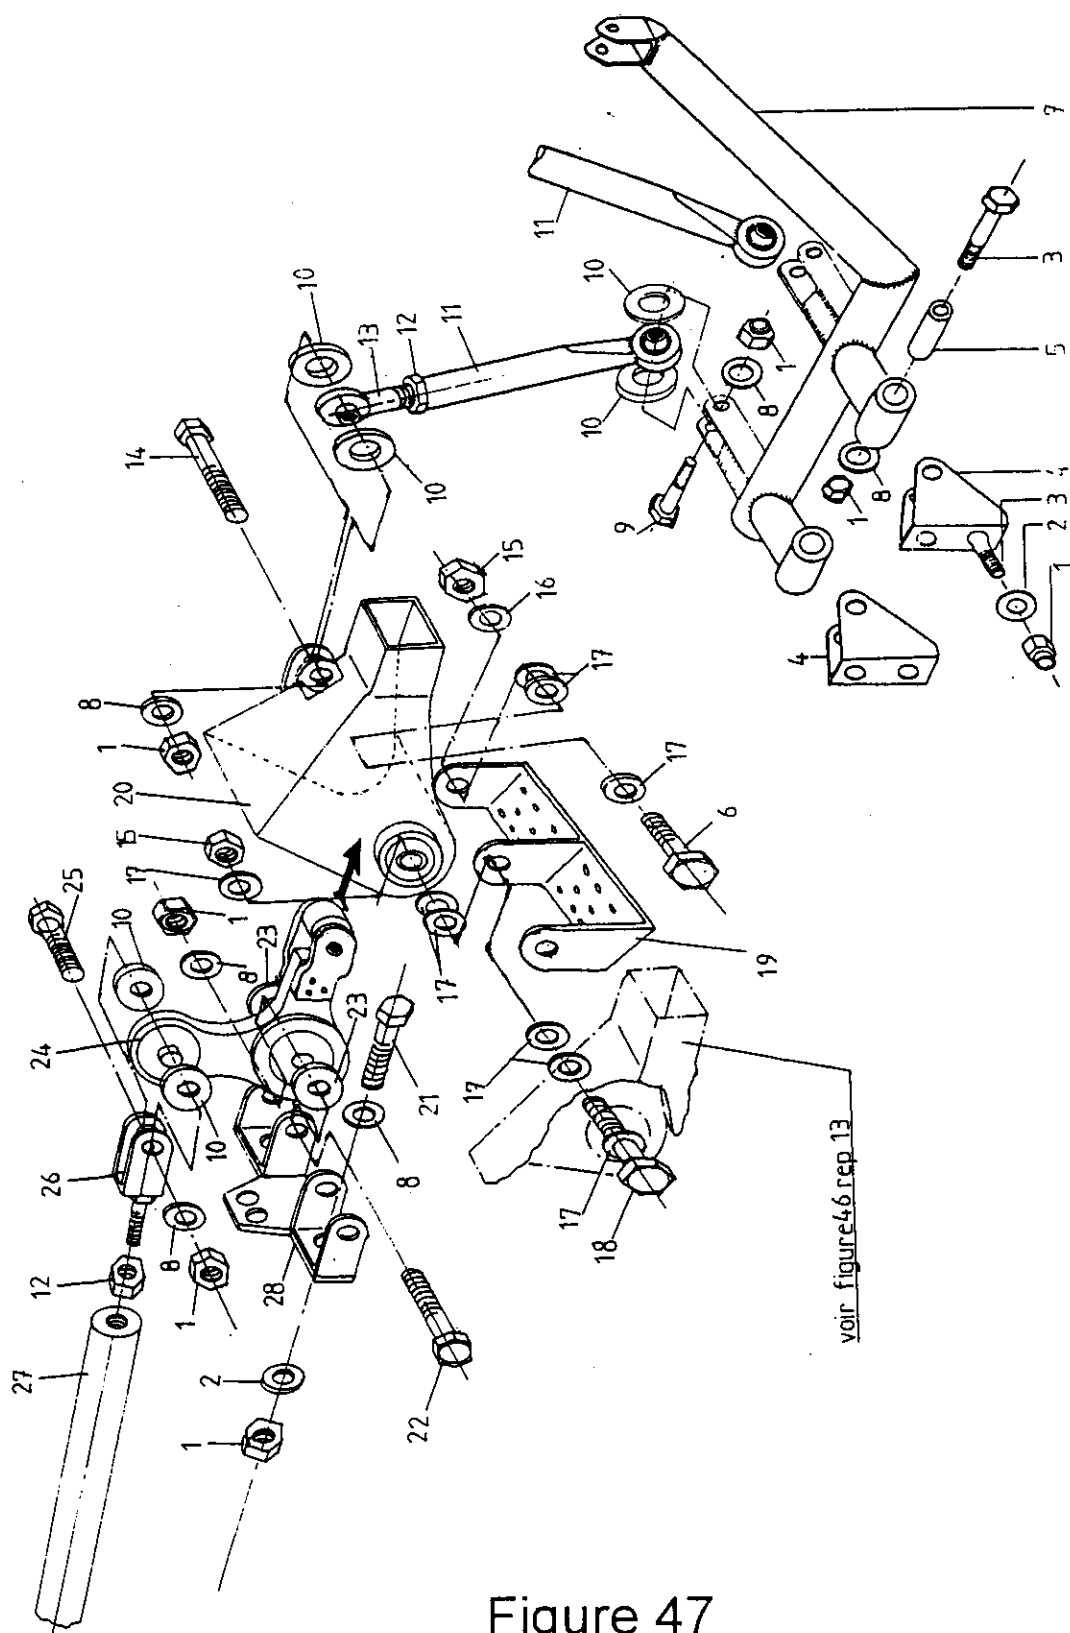

Figure 47
- Figure 47 : Branchement automatique des aérofrens